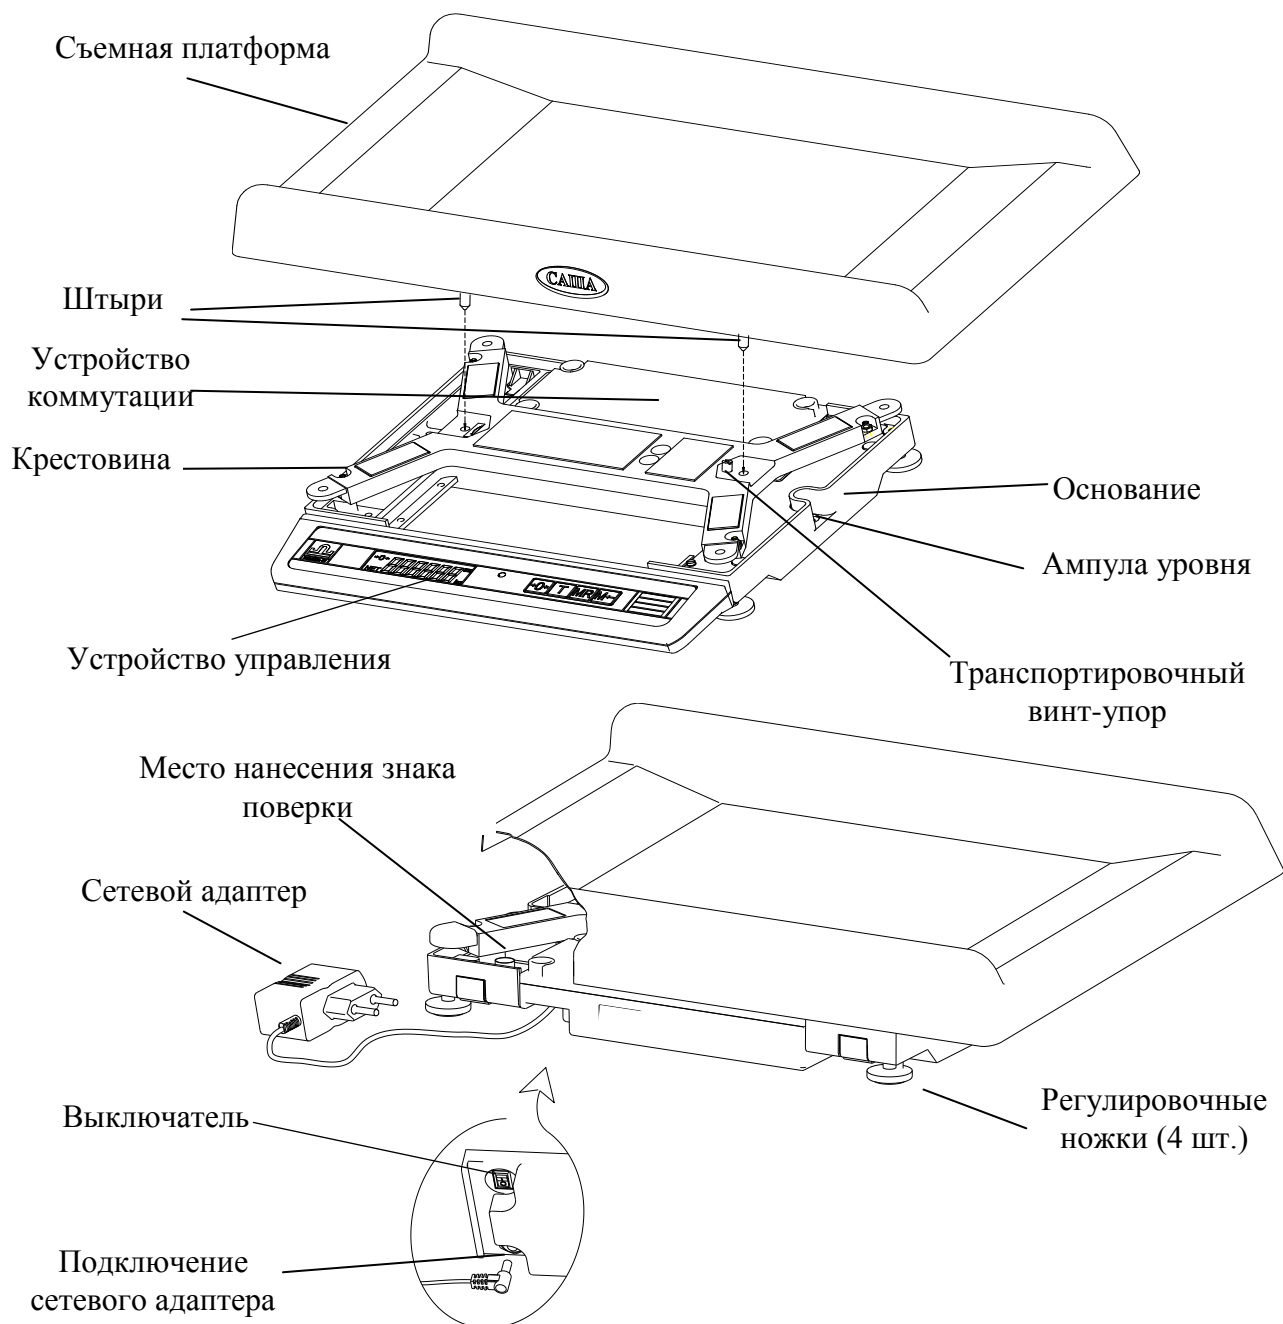

Рисунок 6.1 – Весы V1-15.3K
7.2 Вывернуть транспортировочный винт-упор, вращая его только против часовой стрелки (рис. 6.1).
7.5 Установить на весы съемную платформу (направление установки показано пунктирными линиями на рис. 6.1. Слегка надавить сверху на платформу, обеспечив ее сцепление с весами.